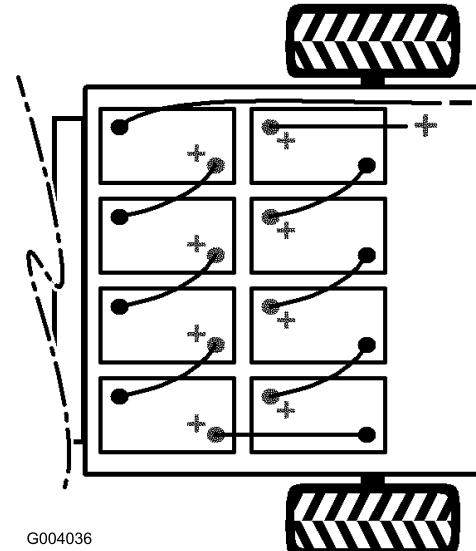

図 38
2. バッテリーと車体を接続している長いマイナス・ケーブル(黒)をバッテリー端子から外す(図 38)。
3. バッテリーと車体を接続している長いプラス・ケーブル(赤)をバッテリー端子から外す(図 38)。
**注** バッテリーを新しく積み込む場合には、極性に十分注意してください(図 38)。
9. 図 38に示すように、先ほど外したバッテリー・ケーブルで、バッテリーを相互に接続する。
10. プラスのメイン・ケーブル(赤)でバッテリーを車両に接続する(図 38)。
11. マイナスのメイン・ケーブル(黒)でバッテリーを車両に接続する(図 38)。